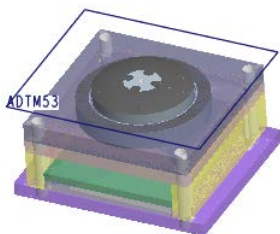
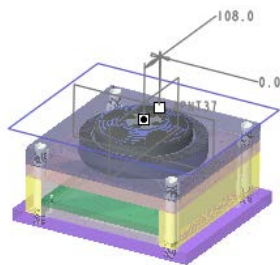
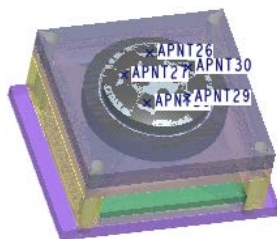

图 30.30 定义草绘平面
图 30.31 基准点位置
图 30.32 阵列特征
Step4. 创建顶杆参考点。单击 **模型** 功能选项卡 **基准** 区域中的“创建基准点”按钮 ，系统弹出“基准点”对话框；在模型树界面中，选择   树过滤器(F)... 命令。在系统弹出的“模型树项”对话框中，选中 ☒ **特征** 复选框，然后单击 **确定** 按钮，选取之前创建的基准平面  ADM53 为基准点放置平面，如图 30.30 所示。在“基准点”对话框中单击 **偏移参考** 区域的“单击此处添加项”字符，按住 Ctrl 键选择 MOLD_FRONT 基准平面和 MOLD_RIGHT 基准平面为偏移参考平面。在  MOLD_FRONT:F3(基...) 后面的文本框中输入数值 108，按 Enter 键。在  MOLD_RIGHT:F1(基...) 后面的文本框中输入数值 0，然后按 Enter 键。基准点位置如图 30.31 所示；在“基准点”中单击 **确定** 按钮；在模型树中，选中基准点特征  APNT22 右击，在系统弹出的快捷菜单中选择  命令，在操控板中选择 **轴** 选项，在模型中选择基准轴 Z；在操控板中输入阵列的个数 5 和角度增量值 72.0，并按 Enter 键，结果如图 30.32 所示，在“阵列”操控板中单击  按钮，完成特征的创建。